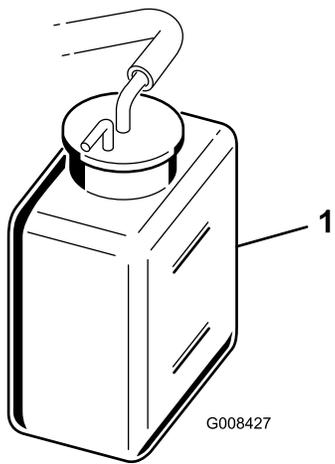

Bild 42
2. Prüfen Sie den Kühlmittelstand (Bild 41 und Bild 42).